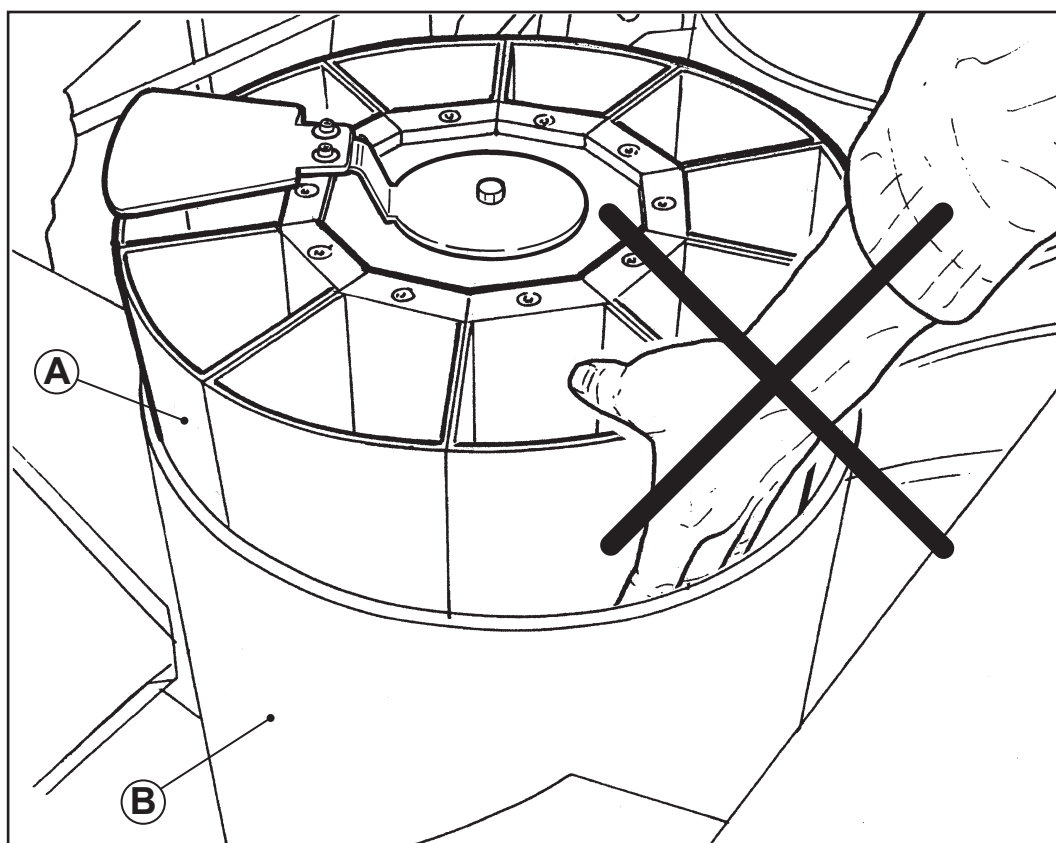

Fig. 4
ATTENZIONE! PERICOLO DI TRASCINAMENTO E SCHIACCIAMENTO! È assolutamente vietato introdurre le mani o inserire oggetti all'interno dei bicchieri (Fig. 4) per rimuovere eventuali inceppamenti, in quanto durante la movimentazione degli organi ci si esporrebbe ad un rischio di lesione per gli arti. È altresì importante stare attenti a non infilare le mani tra il gruppo distribuzione piantine (A) e il contenitore (B): **PERICOLO DI TRASCINAMENTO.**
ATTENTION! DANGER OF DRAGGING AND CRUSHING! It is strictly forbidden to insert the hands or items inside the plant cups (Fig. 4) to remove any jamming, since there is risk for the limbs because of moving parts. It is also important to pay attention to not insert hands between the seedling distribution unit (A) and the container (B): **DRAGGING HAZARD.**
des godets (Fig. 4) pour enlever d'éventuels ob-
de los vasos (Fig. 4) para extraer eventuales ata-